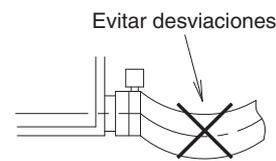

Fig. 27
- Evite que la manguera de drenaje (1) se desvíe dentro de la unidad interior. (Refiérase a la Fig. 27)